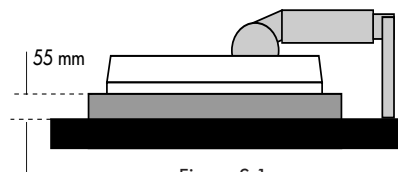

Figure S.1
3. Placez le moniteur la face vers le bas sur une surface non abrasive (placez l'écran sur une plate-forme de 55 mm de manière à ce que le support soit parallèle à la surface) (Figure S.1).